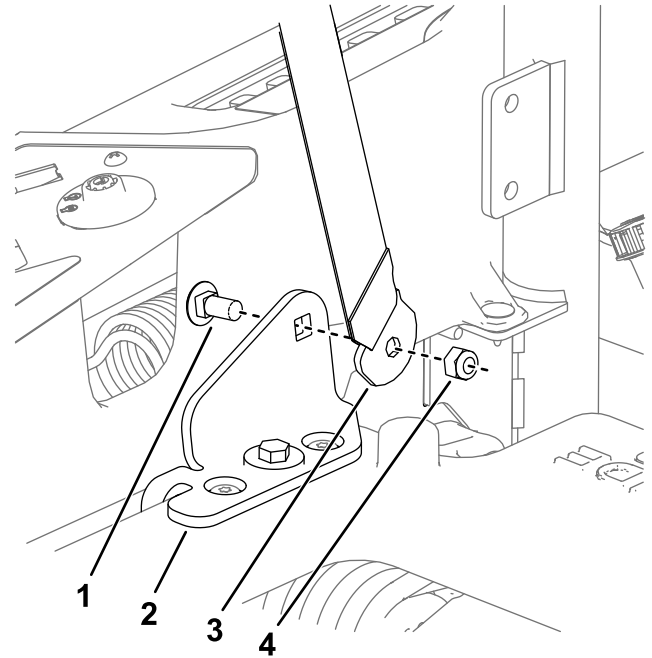

Bild 8
- Befestigen Sie das Sicherheitsgurtschloss und die Sicherheitsgurtzunge mit zwei Schlossschrauben (7/16" x 1") und zwei Sicherungsmuttern (7/16") an den Sicherheitsgurthalterungen, wie in Bild 8 dargestellt.